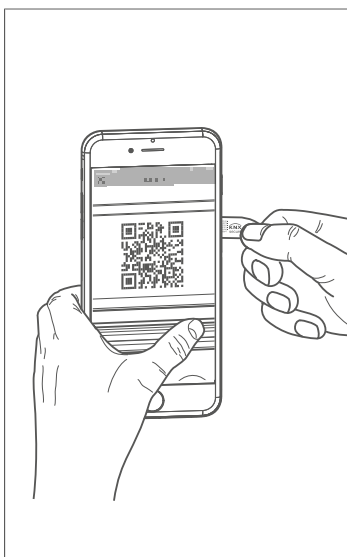
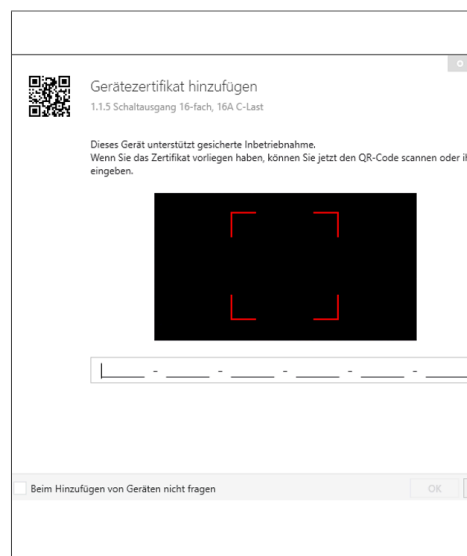

Bild 15: QR-Code scannen
Bild 16: QR-Code manuell eingeben
- ① Den sicheren Inbetriebnahmestatus in der ETS aktivieren.
- ② Das Gerätezertifikat (QR-Code) eingeben (Bild 16) oder scannen (Bild 15) bzw. dem Projekt in der ETS hinzufügen.